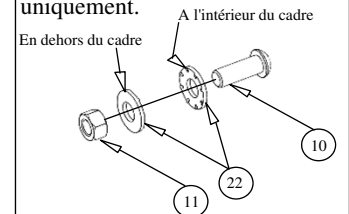

Figure 2d
7. Boulonner les supports de cadre aux longerons du véhicule comme illustré à la Figure 1 (des espaceurs additionnels sont inclus pour remplir les espaces excessifs entre les supports de cadre et les longerons, à utiliser selon les exigences des modèles). Sur les camionnettes 2007 « New Body Style » équipées de commande de freins d'origine, se reporter à l'étape 2 de l'installation pour relocaliser la prise sur la cornière. Utiliser le boulon 3/4" X 2.0 pour fixer la cornière sur l'intérieur du cadre (voir Figure 2c). Pour faciliter l'installation, certains modèles 1500 avec un cadre de la boîte peut-être besoin des pièces de remplacement sur les trous de montage arrière uniquement. Reportez-vous au (figure 2d) à la page 1.